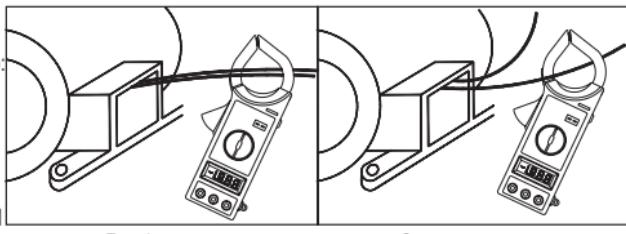

Fig.1
- Rodar o comutador rotativo para o intervalo A~ desejado. Pressionar o gatilho para abrir as pinças e inserir o condutor (um de cada vez) (Fig. 1): as pinças detetam agora a corrente alternada que flui através do condutor.